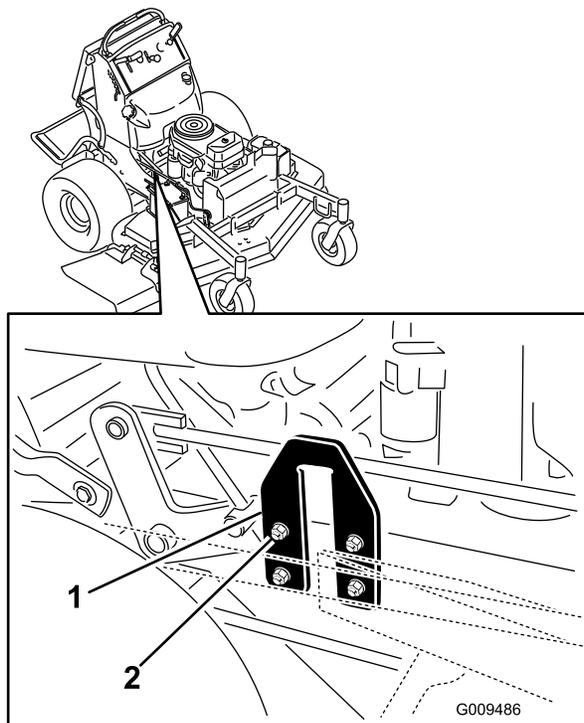

Figura 78
2. Localice las chapas con forma de U en los laterales de la plataforma del motor (Figura 78).
3. Afloje la chapa en un lado y ajústela hacia arriba o hacia abajo hasta que la diferencia entre las medidas **B** y **C** sea de no más de 6 mm (1/4 pulgada) (Figura 78).